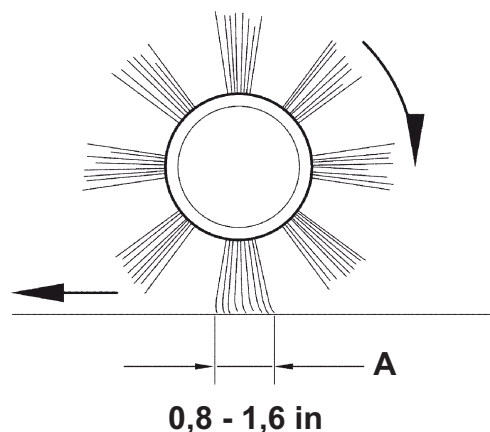
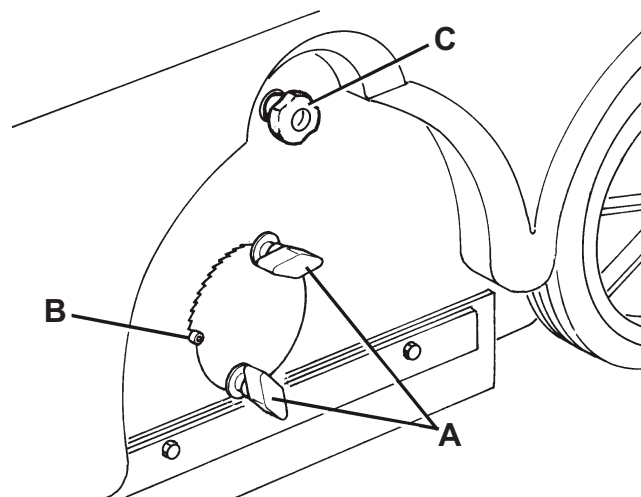

Figure 2
Figure 3
- Contrôler que la trace (A, Fig. 2) laissée par le balai central est comprise entre 20 et 40 mm (entre 0,8 et 1,6 in) dans toute sa longueur.
- Au cas où la trace (A) résulterait différente, procéder au réglage de la hauteur du balai, en opérant comme indiqué à partir du point 2.
3. Positionner le commutateur de démarrage (72) sur "0".
4. Desserrer les poignées (A, Fig. 3) sur les deux côtés de la machine.
5. Au moyen des poignées (A) sur les deux côtés de la machine, déplacer l'index de variation de la hauteur (B) du balai selon le besoin, puis serrer les poignées (S).
6. L'index (B) devrait être placé dans la même position sur les deux côtés de la machine ; une différence de position de deux repères au maximum est admise, afin d'obtenir la trace (A, Fig. 2) de 20 – 40 mm (0,8 – 1,6 in) définie au point 1.